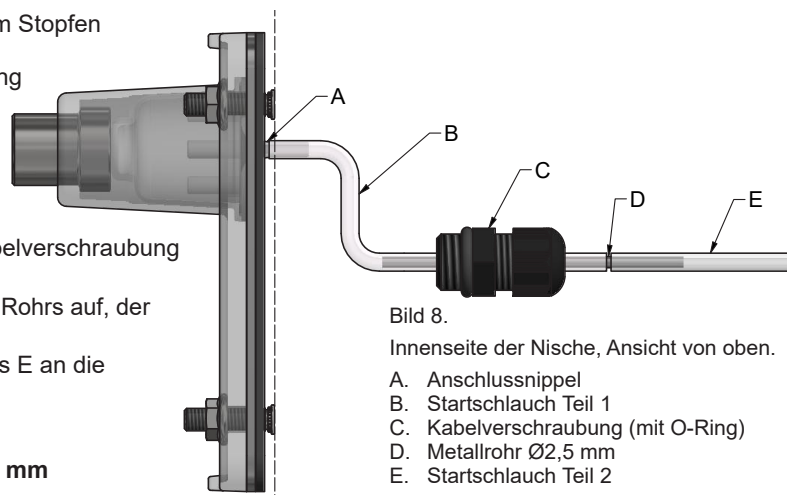

Bild 8.
1. Schneiden Sie ein Stück des mitgelieferten Schlauchs für Teil 1 (den inneren Teil) des Startschlauchs (B) zu, siehe Bild 8. Beachten Sie, dass für die Schlauchlänge künftige Servicearbeiten berücksichtigt werden müssen, egal ob der Wasserstand im Pool abgesenkt werden muss oder nicht.
2. Montieren Sie den Startschlauch Teil 1 am Anschlussnippel (A) in der Nische.
3. Ziehen Sie das andere Ende des Startschlauchs auf das Metallrohr (D) auf und lassen Sie etwa ein Drittel des Rohrs aus dem Schlauch herausragen.
4. Ziehen Sie den Schlauch mit dem Rohr durch die im Stopfen sitzende Kabelverschraubung (C). Das Rohr muss in der Mitte der Kabelverschraubung sitzen, wobei etwas Schlauch B außerhalb sein soll, siehe Bild.
7. Ziehen Sie Startschlauch Teil 2 (E) auf den Teil des Rohrs auf, der aus der Kabelverschraubung herausragt.